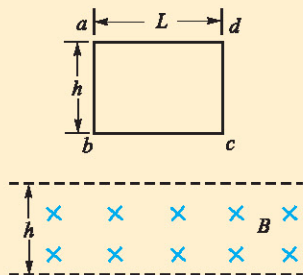

图1-5-4
2. 如图1-5-4所示, 电阻为  $R$  的矩形导线框  $abcd$ , 边长  $ab = h$ ,  $ad = L$ , 质量为  $m$ . 此线框从某一高度处自由落下, 通过一匀强磁场, 磁场方向垂直纸面向内, 磁场区域的宽度为  $h$ . 若线框恰好以恒定速度通过磁场, 线框中产生的焦耳热等于多少? (不计空气阻力)